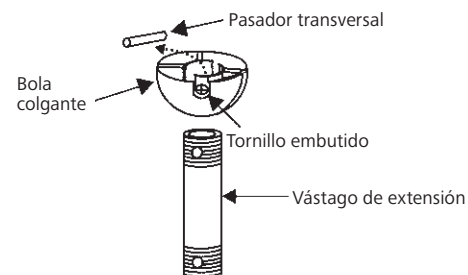

Fig. 8
**Paso 5.** Retire la bola colgante del ensamble del vástago de extensión aflojando el tornillo embutido, desatornillándolo y retirando el pasador transversal y desatornillando la bola del vástago. (Fig. 8)